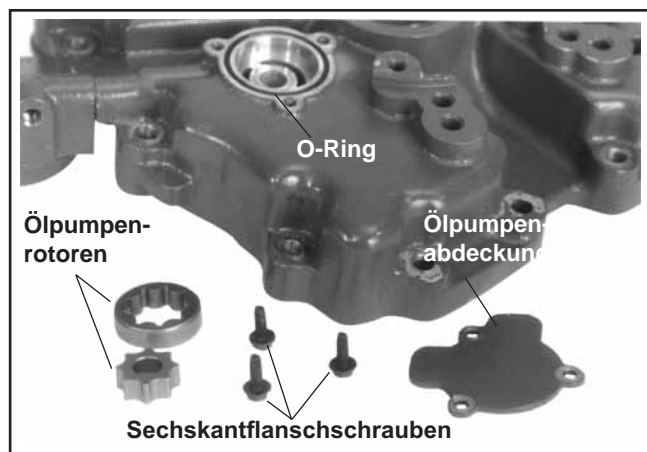

Abbildung 9-46. Ausbau der Ölpumpe.
- Entfernen Sie die drei Sechskantflanschschrauben, Ölpumpenabdeckung, O-Ring und Ölpumpenrotoren. Siehe Abbildung 9-46.